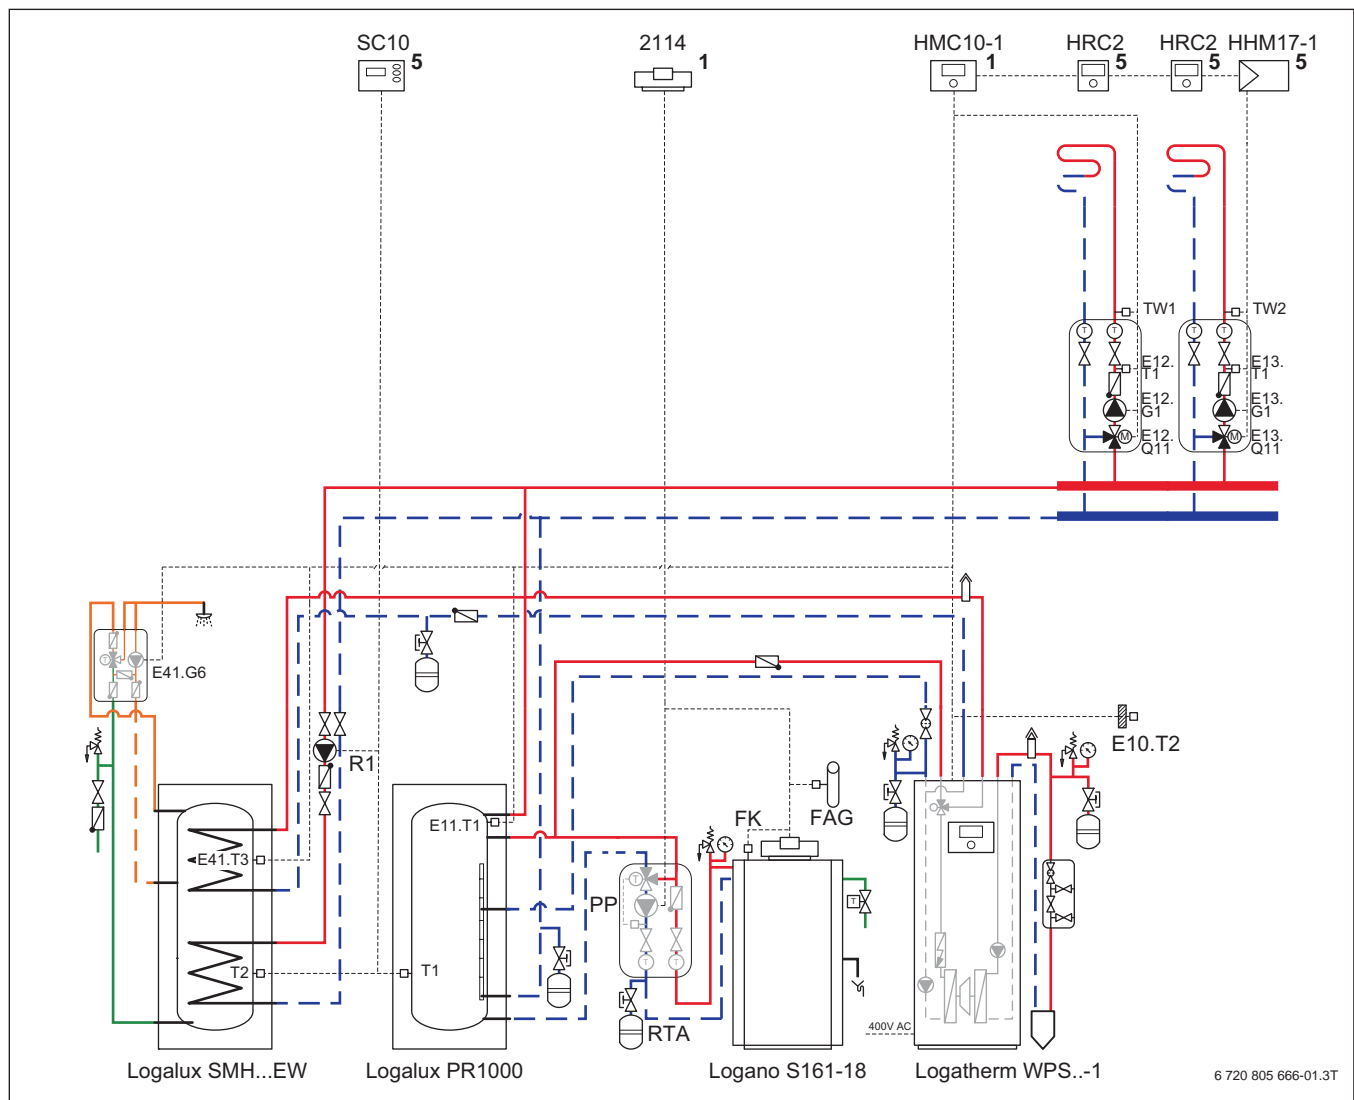

Bild 72 Schaltbild für das Anlagenbeispiel (Abkürzungsverzeichnis → Seite 73)
- Das Anlagenbeispiel Bild 72 ist eine abgestimmte und geprüfte Systemlösung. Sie gewährt eine optimale Funktion und Effizienz.